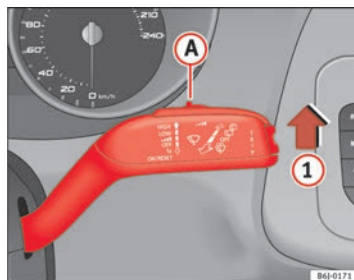

Fig. 63. Palanca del limpiaparabrisas
- Mueva la palanca del limpiaparabrisas hasta la posición ① ⇒ fig. 63.